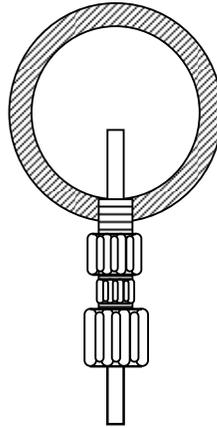

Fig. 6 Raccordement de la soupape d'injection à la tuyauterie
- En cas où le produit chimique dosé n'est pas assez vite emporté par un courant d'eau, la tuyère et la soupape d'injection peuvent se corroder. Vous pouvez empêcher ce problème en installant la soupape d'injection de telle façon que son extrémité se trouve au milieu du courant dans le tuyau où le produit chimique est dosé (Fig. 6).